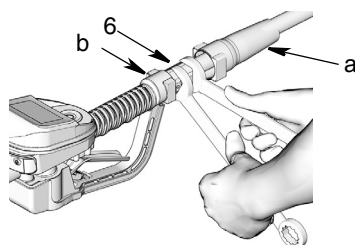

FIG. 7
2. Deslice la funda giratoria hacia atrás, sobre la manguera, el extremo pequeño primero para acceder al accesorio giratorio (6) (FIG. 7).
3. Aplique sellante de roscas a las roscas macho del accesorio de conexión de la manguera. Enrosque el accesorio de conexión de la manguera (b) en la pieza giratoria de la válvula dispensadora con medidor (6). Utilice dos llaves para apretar firmemente (FIG. 7).